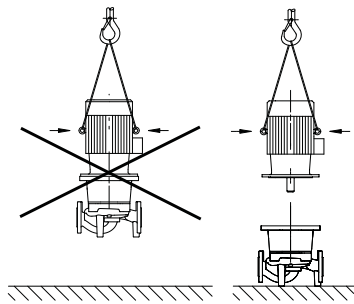

Fig. 7: Transport silnika
- Uchwyty transportowe na silniku służą wyłącznie do transportowania silnika, a nie całej pompy (Fig. 7).